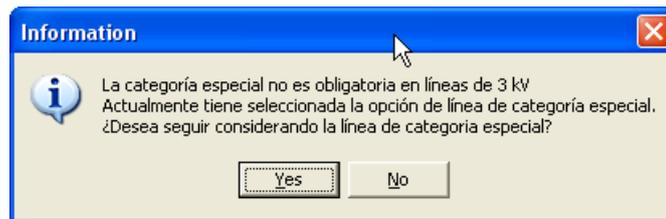

Figura 11.2.
- Figura 11.2: no necesita comentario.